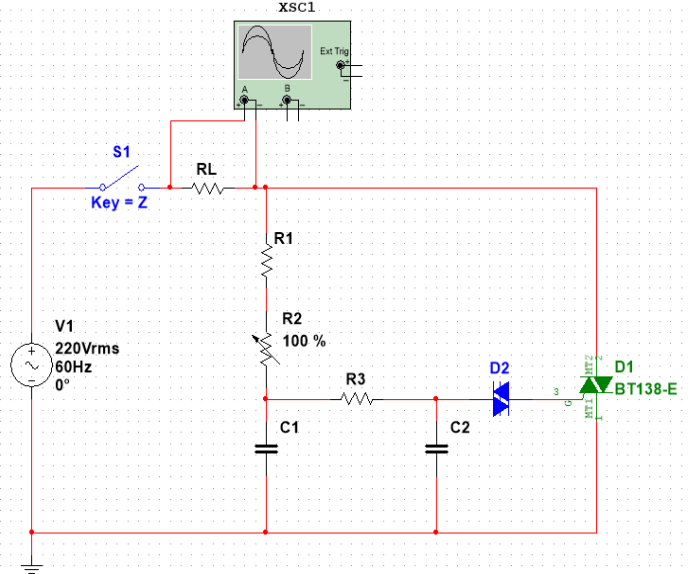

Figura 4b
9. Implemente el circuito de la Figura 4b y mida el ángulo de disparo mínimo y máximo, y calcule la respectiva potencia en la carga RL con el osciloscopio usando el aislador de tierra. Con este circuito, ¿se puede disparar a un ángulo de 170° ? Complete la Tabla 3.